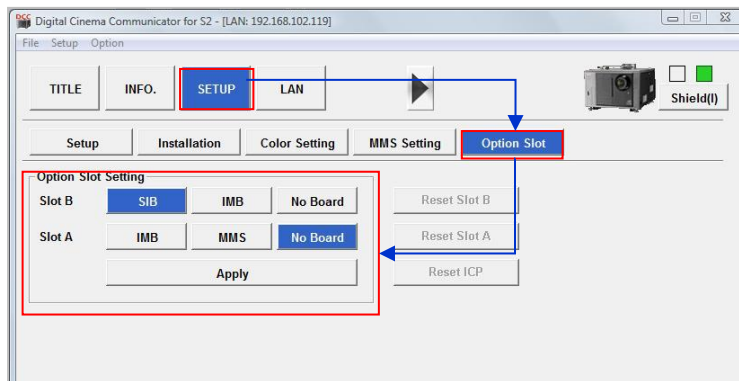

图 24 NEC Digital Cinema Communicator 的 Option Slot 设置
4. 在 Digital Cinema Communicator 界面上选择[Setup] → [Option Slot] 并在 Option Slot 设置中为 Slot B 选择 IMB（如图 24 所示）